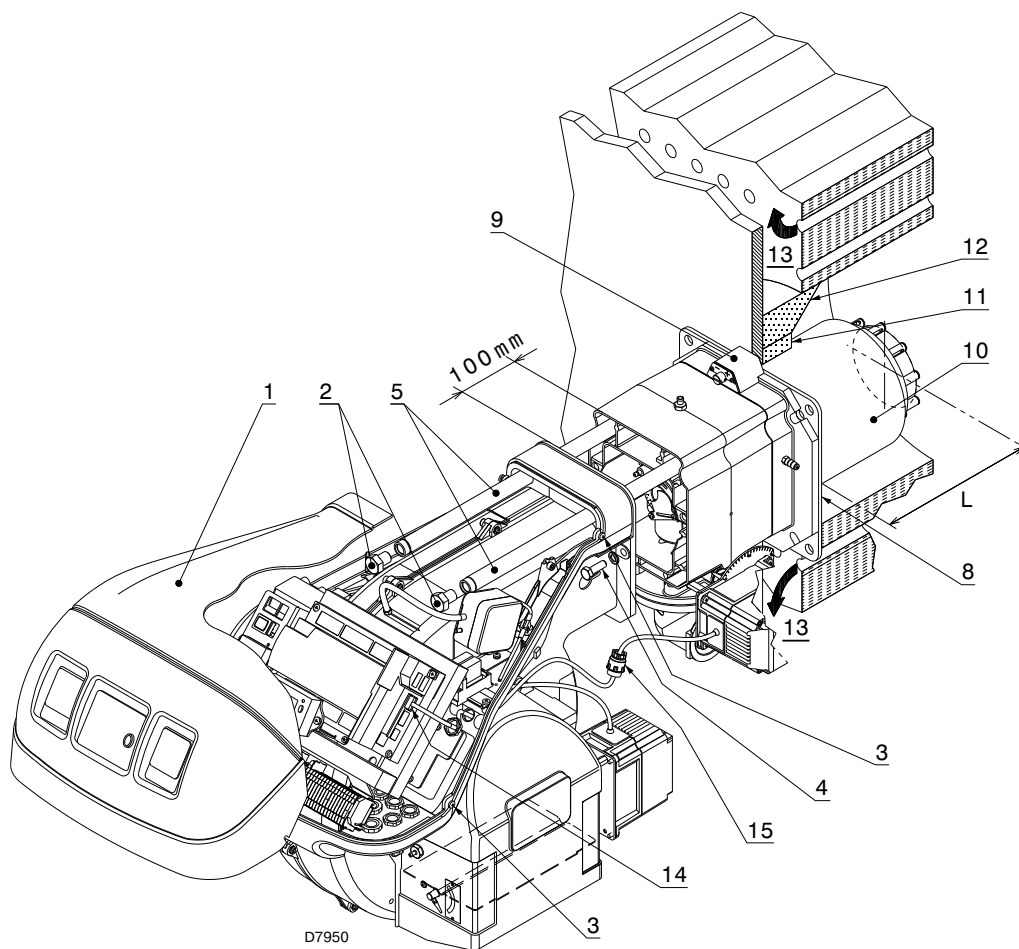

Рис. 16
Для котлов с передними оборотами дыма 13)(Рис. 16 стр. 23), или с камерой инверсии пламени выполните защитное приспособление из огнеупорного материала 11) между футеровкой котла 12) и форсунки 10).
Отделить головку горения от остальной горелки, как показано на Рис. 16; действовать следующим образом:
- снова установить горелку на направляющие 3) примерно на 100 мм от муфты 4) - положение горелки указано на Рис. 16 стр. 23;
- подсоединить вилку серводвигателя 14)(Рис. 16) и закрутить кабельный зажим 15);